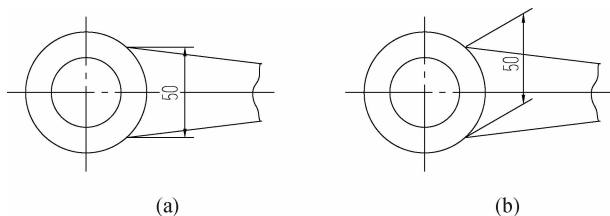

图 6-29 修改尺寸标注
- 倾斜(O): 使尺寸线倾斜, 与此相对应的命令为“标注”下拉菜单的“倾斜”命令。如图 6-29 所示, 把图 6-29(a) 的尺寸线修改成图 6-29(b) 样式。